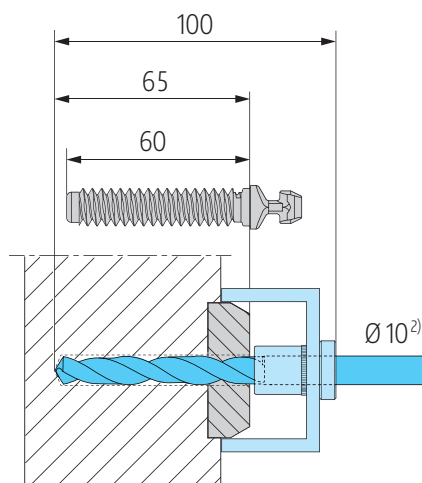

Abb. 41
- ② Löcher in Abhängigkeit der Holzhärte mit $\text{Ø } 10$ oder $\text{Ø } 11$ bohren (**Abb. 41** beachten!).
- ③ Riegelbolzen montieren, siehe Seite 38.